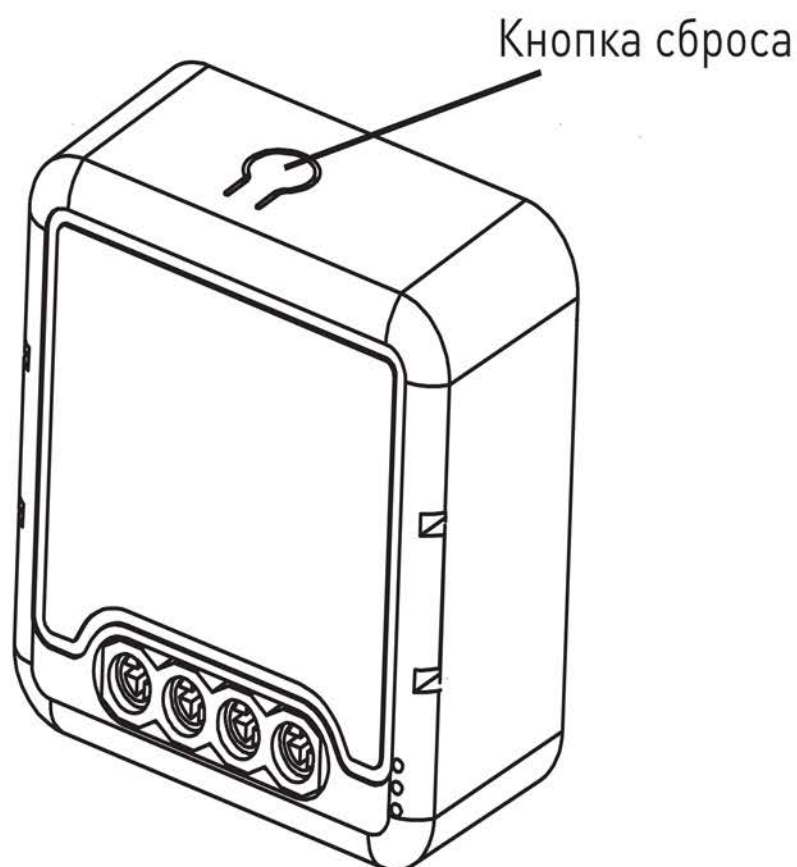

Рисунок 7.1
9.1.1 Для одноканального реле. Удерживайте кнопку на корпусе реле 5 секунд пока не загорится световой индикатор (см. рисунок 7.1).
9.1.2 Для двухканального реле. Удерживайте кнопку на корпусе реле 10 секунд пока не загорится световой индикатор (см. рисунок 7.1).